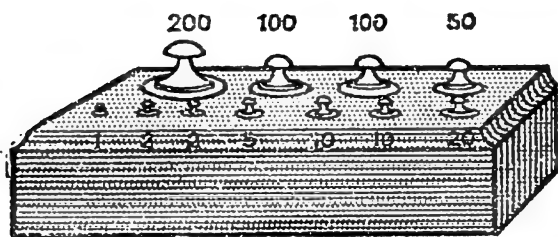

Fig. 8. — Une boîte de poids.
**4. Une boîte de poids.** — Auprès d'une balance, on voit toujours une boîte de poids (fig. 8).